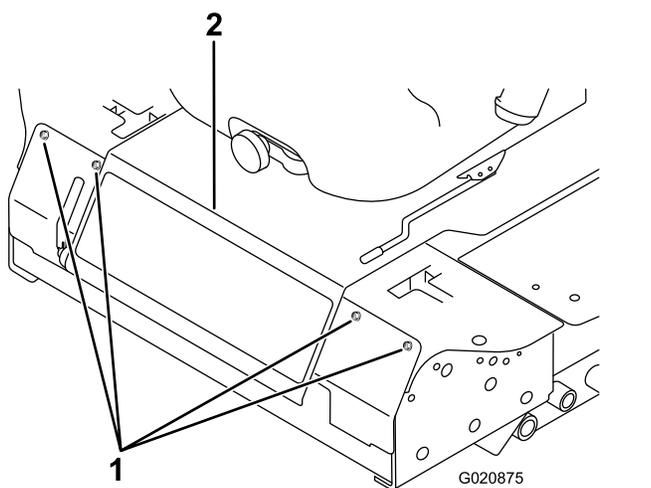

Figura 46
2. Retire os parafusos que fixam o painel dianteiro e retire o painel (Figura 46).